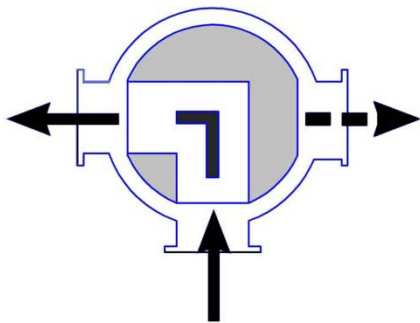

Рис. 1
- «Г» - образные (распределители) (рис.1);